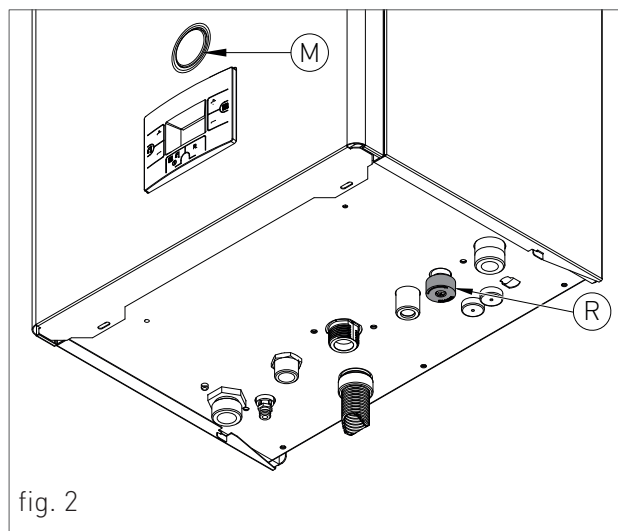
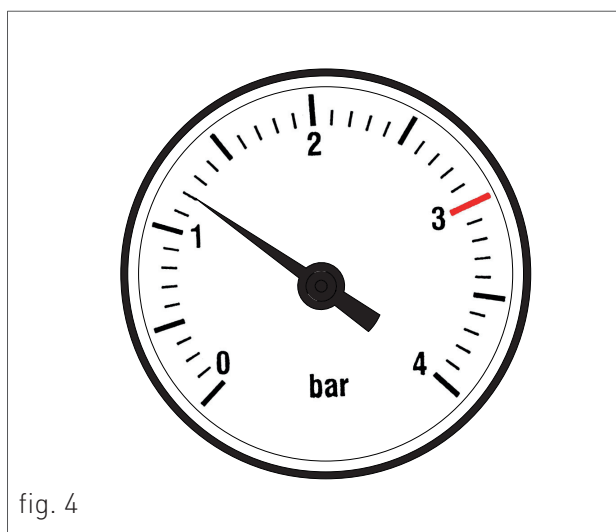

fig. 2
fig. 4
4. deschideți robinetul de alimentare „R” (fig. 2);
6. folosiți manometrul „M” (fig. 2) pentru a vă asigura că presiunea sistemului ajunge la 1,2 bar (fig. 4);
7. după efectuarea acestei operații, asigurați-vă că robinetul de încărcare „R” (fig. 2) este închis corect.
10. Dacă după efectuarea acestor operații observați o scădere a presiunii apei în interiorul sistemului, deschideți din nou robinetul de încărcare „R” până când manometrul indică valoarea de 1,2 bar (fig. 4).